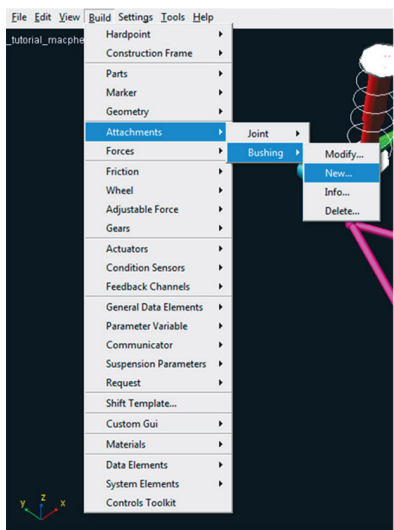

Figura 4.101 – Criando a segunda bucha.
- Para construção da segunda bucha, a qual estará localizada no *Hardpoint* *hpl\_arm\_rear*, acesse o menu *Build* → *Attachments* → *Bushing* → *New* (Figura 4.101).